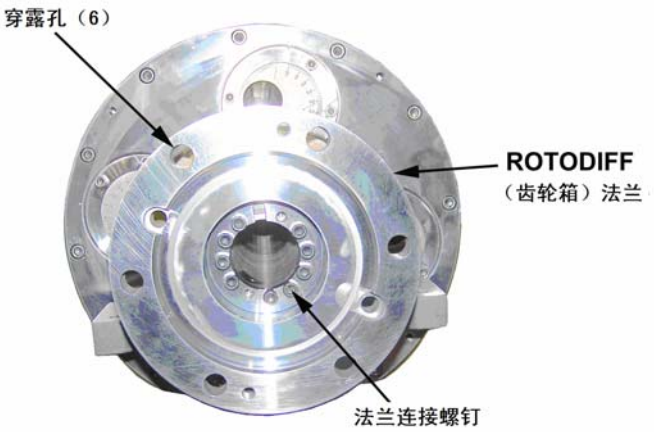

图 5-10：齿轮箱的法兰连接
- 12. 转动法兰（见图 5-10）直到法兰上大的穿露孔与外侧抛油环盖的挡圈螺钉对正为止。拆除固定外侧抛油环盖与轴台的螺钉，然后抬高并拆除抛油环盖子。